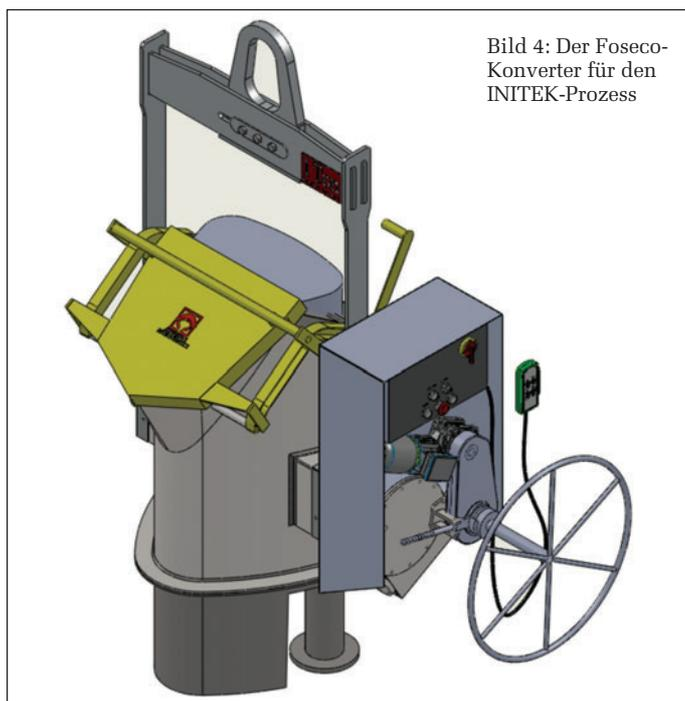

Bild 4: Der Foseco-Konverter für den INITEK-Prozess
1. Anwendung des speziellen Foseco-Konverters (**Bild 4**), der die Mg-Ausbeute erhöht und Temperaturverluste reduziert